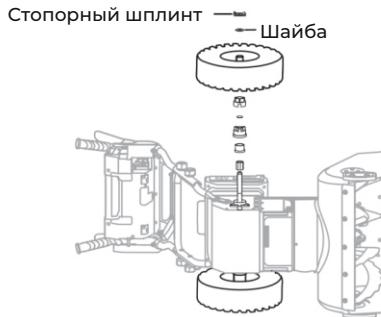

Рис. 14
1. Перед выполнением любых работ по техническому обслуживанию извлеките аккумуляторные батареи. Поверните снегоубоочник на бок, затем извлеките стопорный шплинт, чтобы снять шайбу и колесо. (рис.14)